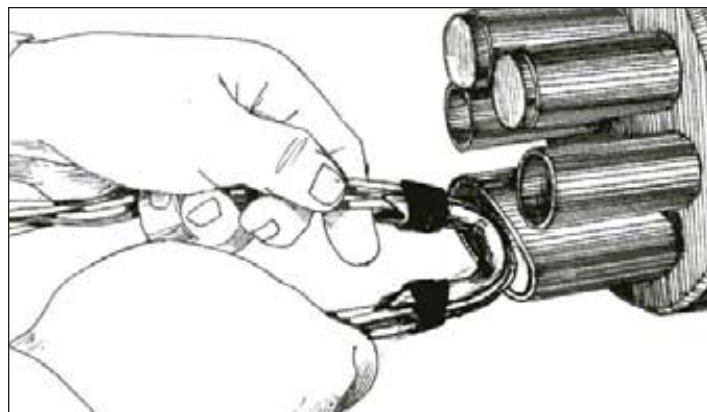

Рисунок 4.29 – Ввод “транзитных” петель ОМ
4.4.1.11 “Сложить” разделанный участок ОК, совместив обрезы оболочки ОК. Надвинуть на него ТУТ 70/26 и ввести ОМ в овальный патрубок оголовника. Во избежание повреждения ОМ применять коуш оцинкованный КОУ 09, предварительно закрепив ОМ по бокам коуша лентой 88T (рисунок 4.29).